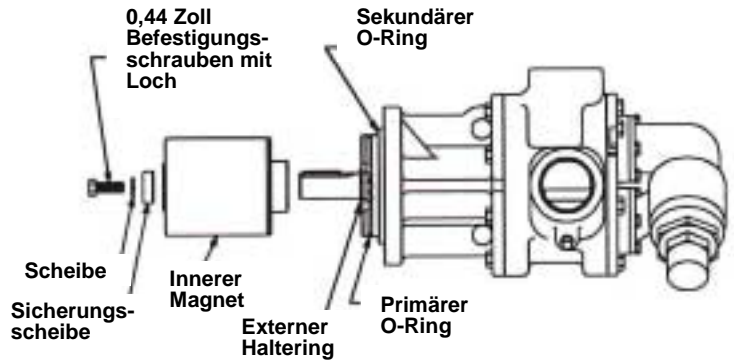

Abbildung 11
4. Schieben Sie eine Messingstange durch eine Anschlußöffnung zwischen zwei Rotorzähne und lösen Sie die Befestigungsschrauben, mit denen der innere Magnet an der Welle befestigt ist (siehe Abbildung 11). Ziehen Sie die Scheibe, die Sicherungsscheibe und den inneren Magnet von der Welle. Denken Sie daran, daß dies ein sehr starker Magnet ist. Wenn die Pumpe zerlegt werden muß, müssen Sie den zweiten externen Haltering entfernen.